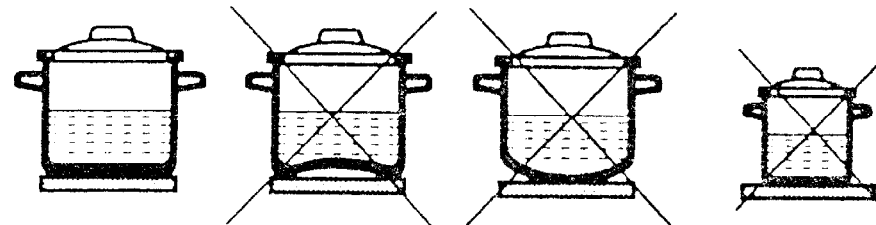

Рис. 11 – Рекомендуемая посуда для пользования
7.6.3 Используйте посуду с толстым ровным дном. Допустимая выпуклость или вогнутость дна посуды не более 1 мм (см. рис. 11).
7.6.4 Используйте посуду с диаметром дна, равным диаметру конфорки или на 5 – 10 мм больше (см. рис. 11).